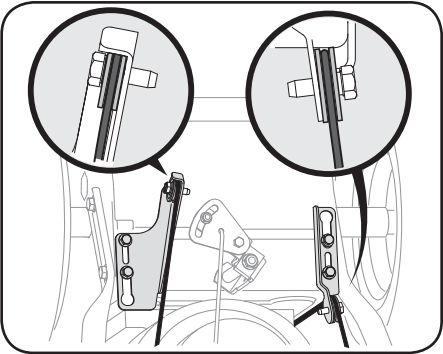

Figure 2-3
4. Assurez-vous que les deux câbles, sur la partie inférieure de la soufflante, sont bien alignés avec les rouleaux de guidage. Voir la Figure 2-3.